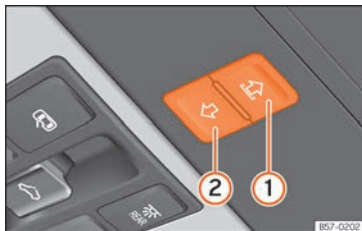

Fig. 149 En el revestimiento interior del techo: teclas de la cortinilla parasol.
Las teclas » fig. 149 ① y ② tienen dos niveles. En el primer nivel se puede abrir o cerrar la cortinilla parasol total o parcialmente.
- Cortinilla parasol:* antes de que transcurran aprox. 5 segundos desde la activación de la función antiaprisionamiento, pulse la tecla »» fig. 149  hasta que la cortinilla se cierre completamente.